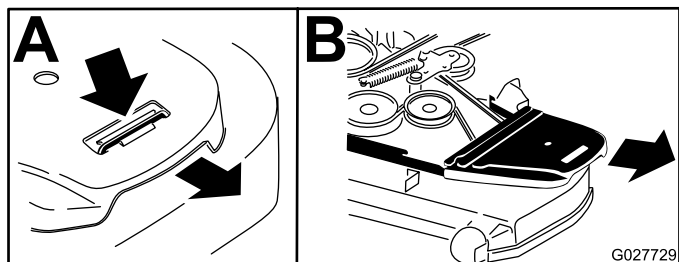

Figure 56
4. Retirez les couvercles de courroie (Figure 56).